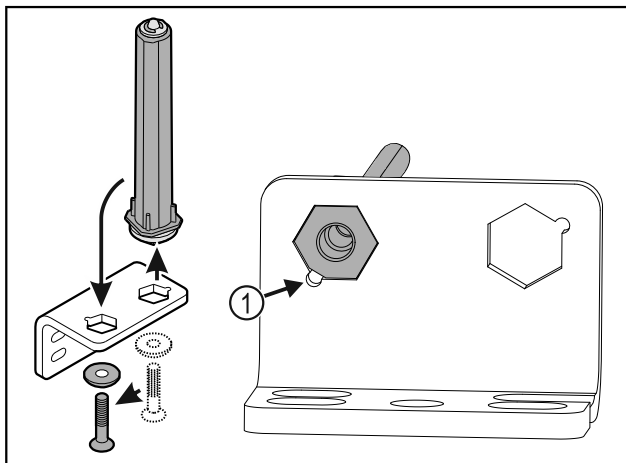

Fig. 33
- ▶ Atkreipkite dėmesį į tai, kad įstatant nuožulni kaiščio pusė Fig. 33 (1) nukreipta į apvalią skylę.